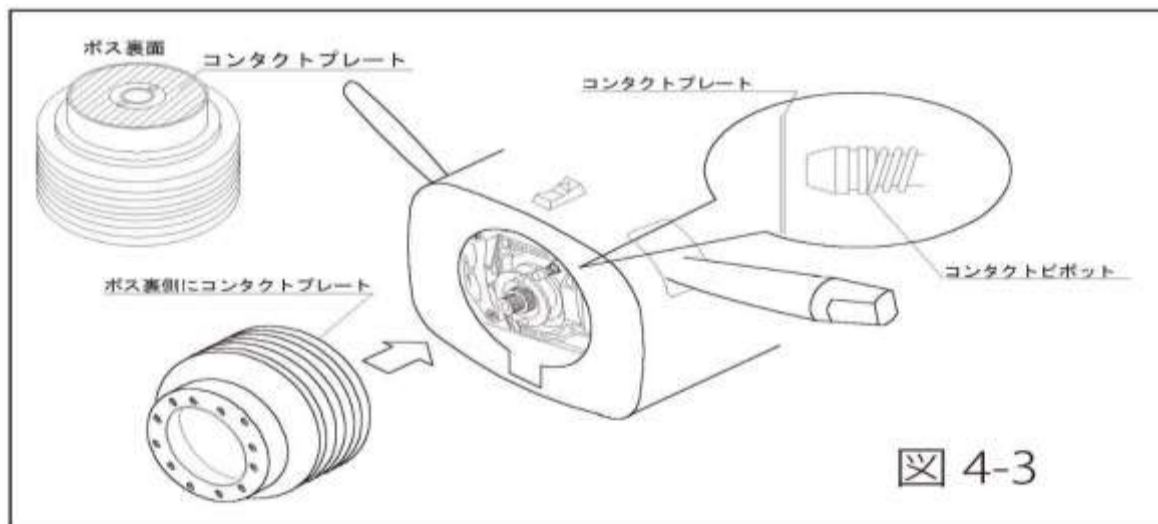

図4-3
- 注5 一部、ホーンコンタクトボットがボス側のコンタクトプレート(真鍮板)に接触しない車両には装着できません。(図4-3)